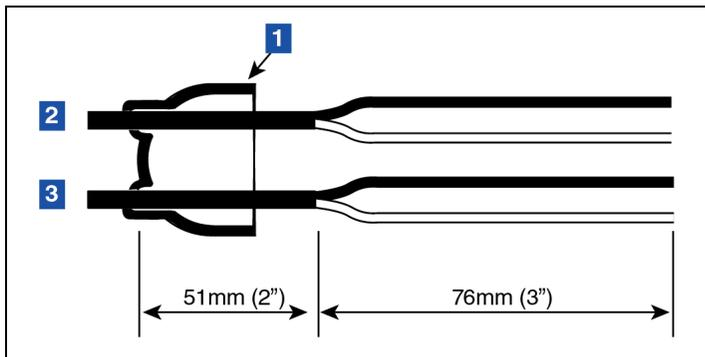

Figura 37. Dimensiones de la longitud del cable
1. Corte los orificios de entrada de la tapa de la caja de epoxi de vinilo blando para acomodar cada diámetro de cable. Reduzca al mínimo el tamaño de los orificios. Introduzca unos 127 mm (5") del cable de 1,5 m (5') suministrado en el juego del hardware de instalación del transmisor y el cable del dispositivo a través de las aberturas [Figura 37]. El cable de 1,5 m (5') suministrado en el juego ya tendrá 76 mm (3") de la cubierta exterior retirada del extremo para su inserción a través de las aberturas, mientras que el otro extremo para conectar al transmisor ya tendrá 38 mm (1,5") de la cubierta exterior retirada. Retire 76 mm (3") de la cubierta exterior del cable del dispositivo.
LEYENDA PARA LOS CUADROS NUMERADOS DE LA FIGURA 37